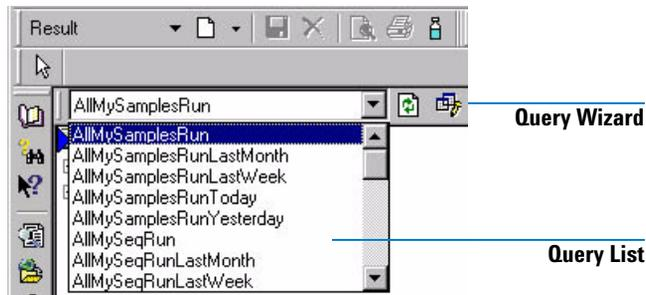

Figura 20 Query List e Query Wizard
- Selezionare una ricerca dalla **Query List** sopra la struttura di selezione e visualizzare i risultati già creati con **Query Wizard** (vedere la Figura 20 a pagina 82).